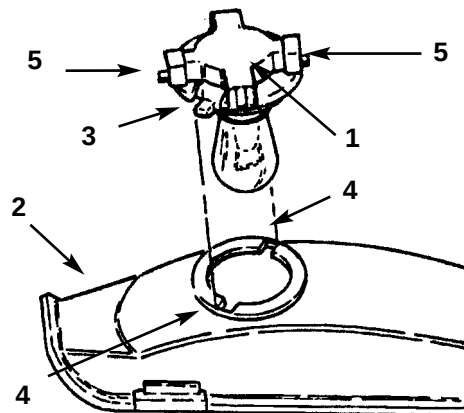

Fig. 19
3. Drej pæreholderen 1/4 omgang mod uret og fjern den fra reflektoren (fig. 19).
2. Pæreholderen har to flige (fig. 19). Ret fligene ind med udskaaringerne i reflektoren, sæt pæreholderen ind i reflektoren og drej den 1/4 omgang med uret, til den ikke kan komme længere.